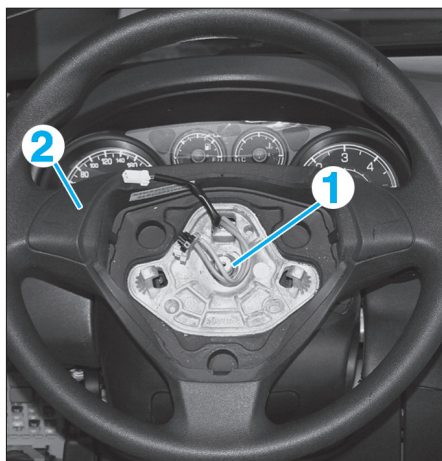

Fig. 1
- l'écrou de fixation (1) (Fig.1),
- le volant de direction (2).